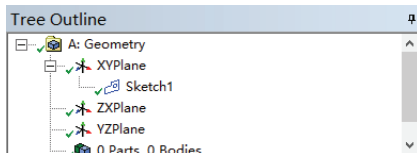

图 3-88 插入草图
2) 单击工具栏中的 New Sketch 按钮, 此时在树结构图中的 XYPlane 选项下将生成 Sketch1 对象, 如图 3-88 所示。